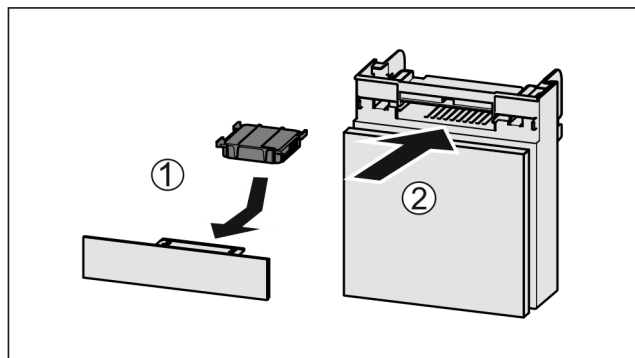

Fig. 120
- Insérer le filtre à charbon actif d'après le schéma Fig. 120 (1).
- Insérer le compartiment Fig. 120 (2).